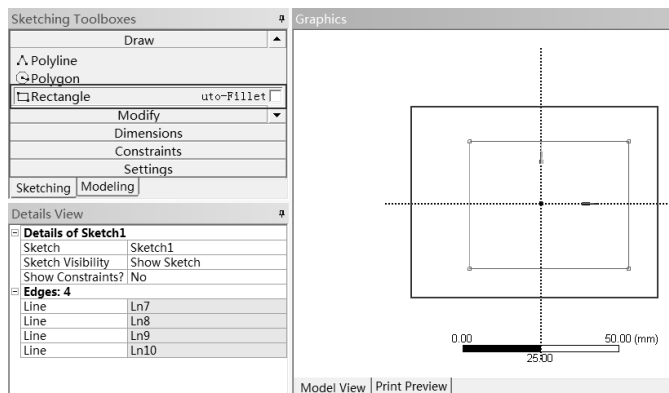

图 9-6 草绘
Step4 :单击 Sketching 选项卡 ,如图 9-6 所示 ,切换到草绘面板 ,选择 Draw Rectangle 命令绘制矩形。